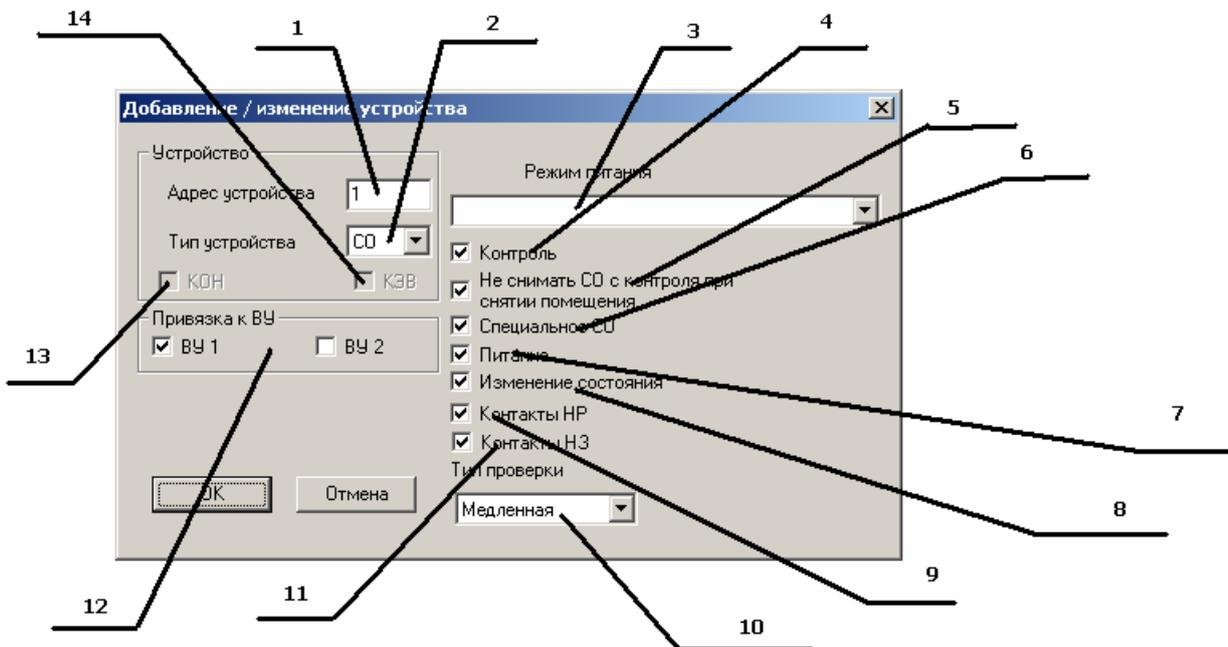

Рисунок 3.5 - «Параметры устройства»
3. В появившемся окне (рисунок 3.5) установить параметры устройства
Для изменения параметров существующего устройства необходимо выполнить двойной щелчок мыши по имени соответствующего устройства в дереве устройств, после чего, на экране отобразится окно ввода параметров устройства со старыми настройками (рисунок 3.5)